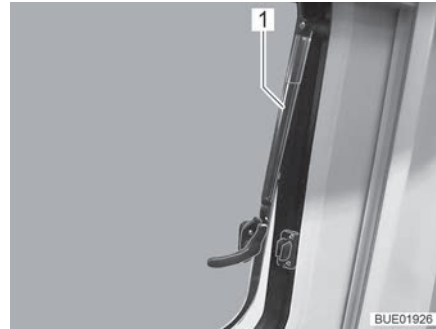

Bild 30 Ausstellfenster mit Automatik-Ausstellern, geöffnet
- Ausstellfenster bis zur gewünschten Stellung öffnen. Ausstellfenster mit Automatik-Aussteller (Bild 30,1) selbstständig einrasten lassen.